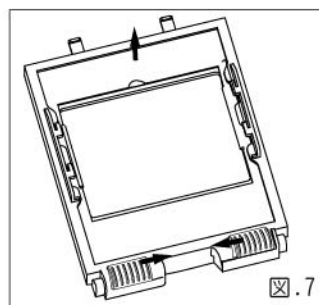

図.7
- ・外側保護プレートの交換。外側保護プレートに損傷がある場合は交換してください（ひび割れ、傷、汚れ、または穴開き）。（図.7参照）
- ・遮光カートリッジの交換（図.7参照）